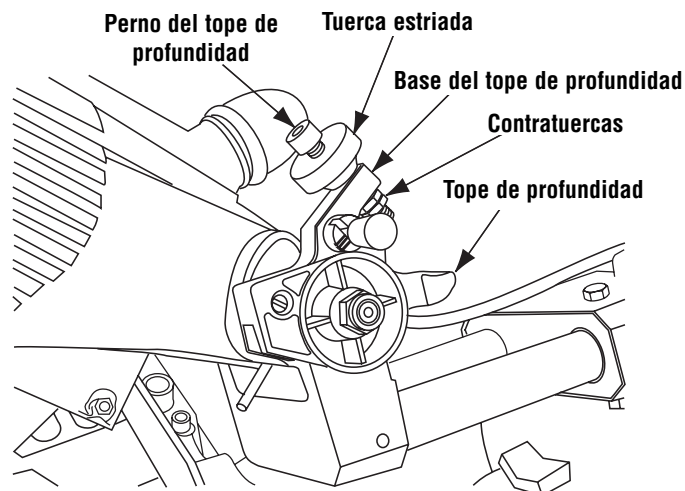

Figura 14. Ajuste del tope de profundidad
1. Afloje las dos (2) contratuercas que están en el extremo del perno del tope de profundidad (Figura 14).
2. Afloje la tuerca estriada que está en la parte superior del brazo (Figura 14).